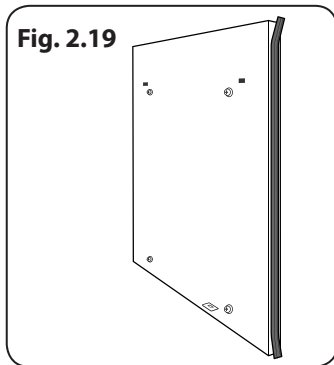

Fig. 2.19
- 1 cloison éco-énergie (Fig. 2.19)